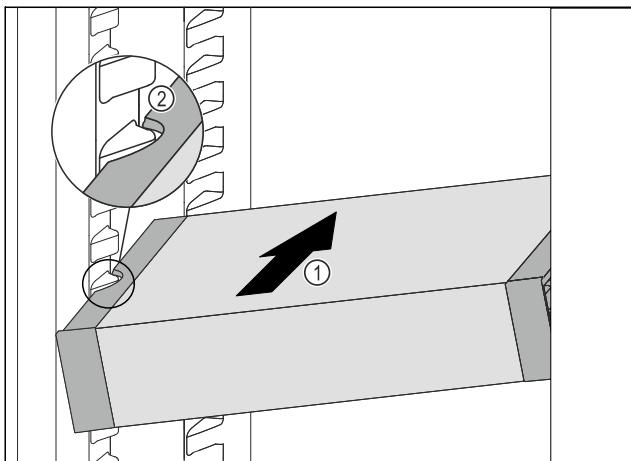

Fig. 94
- Вкарайте VarioSafe под ъгъл в хладилната част Fig. 94 (1), докато страницните прорези Fig. 94 (2) на VarioSafe се намират на височината на реброто на съда в хладилната част.